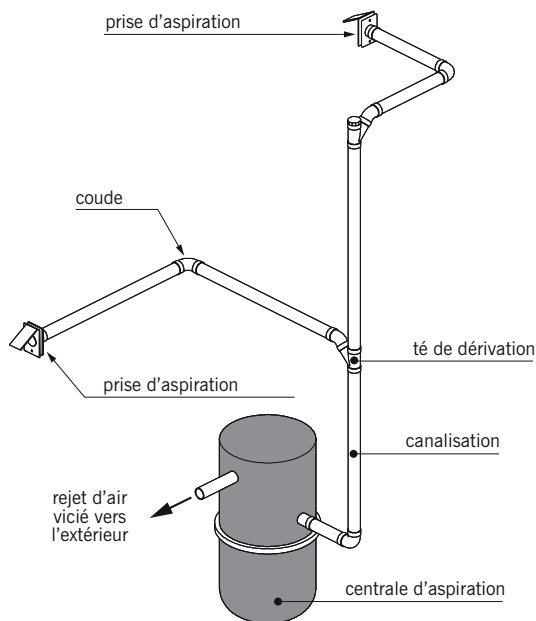

fig. 19.1
■ **L'aspiration centralisée** (fig. 19.1) : système d'aspiration des poussières, intégré à la construction et utilisé en remplacement d'un aspirateur classique.